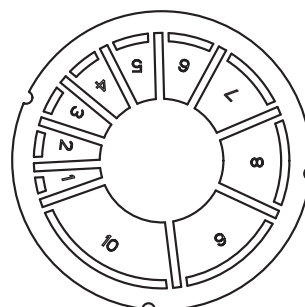

Fig. 9/a
2.9.1 Kit de condutas separadas (fig. 9)
O kit de condutas separadas cód. 8089904 é fornecido com o diafragma de aspiração que deve ser empregue, em função da perda de carga máxima consentida em ambas as condutas, como indicado na fig. 9/a. Para utilizar a tomada de ar neste tipo de descarga é necessário executar as seguintes operações (fig. 10):